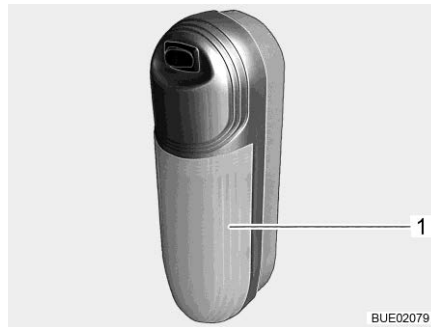

Bild 167 Aufbauleuchte
- Transparente Abdeckung (Bild 167,1) leicht vom Schalter wegziehen und abnehmen.